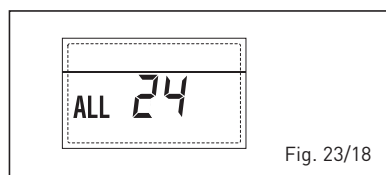

Fig. 23/18
- ANOMALIA Sonda FERVIDOR SOLAR (S2) "ALL 25" (fig. 23/19)